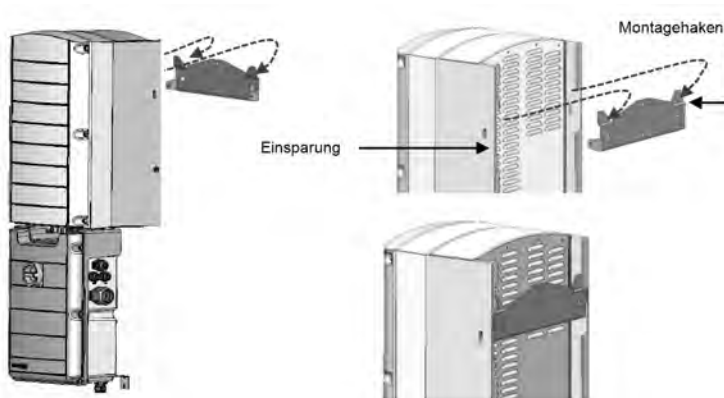

Abbildung 14: Hängende Einheiten
- Richten Sie die zwei Einkerbungen am Gehäuse mithilfe der zwei dreieckigen Montagehaken der Halterung aus und senken Sie das Gerät ab, bis es gleichmäßig in der Halterung sitzt (siehe *Abbildung 14*).